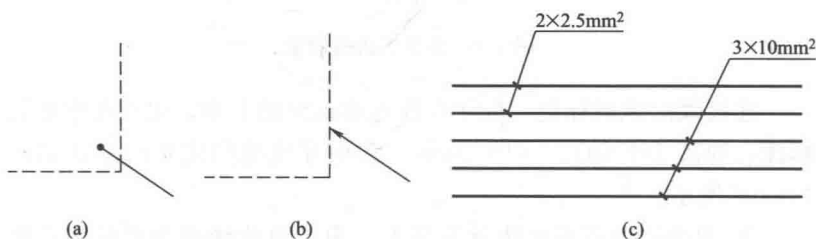

图 1-1 指引线的用法
① 指引线的用法。指引线用于指示注释的对象，其末端指向被注释处，并在某末端加注以下标记，指引线的用法如图 1-1 所示。若指在轮廓线内，用一黑点表示，如图 1-1 (a) 所示；若指在轮廓线上，用一箭头表示，如图 1-1 (b) 所示；若指在电气线路上，用一短线表示，如图 1-1 (c) 所示，图中指明导线分别为 $3 \times 10\text{mm}^2$ 和 $2 \times 2.5\text{mm}^2$